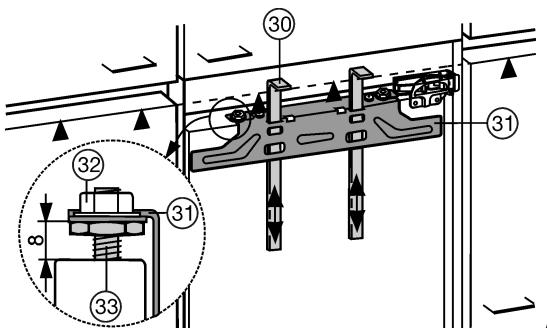
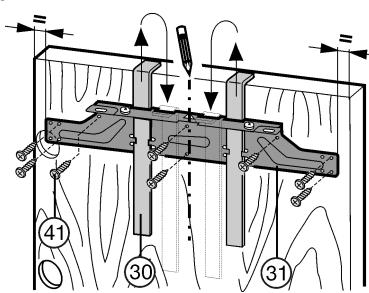

Fig. 18
Fig. 19
Die Montagehilfen Fig. 18 (30) werden für beide Türen benötigt. Möbeltüren daher nacheinander montieren.
- Montagehilfen Fig. 18 (30) auf Möbeltürhöhe hochschieben. Untere Anschlagskante ▲ der Montagehilfe = Oberkante der zu montierenden Möbeltür.
- Befestigungstraverse Fig. 19 (31) über die Kontermuttern Fig. 19 (32) abschrauben.
- Befestigungstraverse Fig. 19 (31) mit den Montagehilfen Fig. 18 (30) auf die Innenseite der Möbeltür hängen.
- Befestigungstraverse Fig. 19 (31) mittig ausrichten: kurze Mittellinie auf Möbeltür anzeigen und Pfeilspitze der Traverse darüberbringen.
- Befestigungstraverse Fig. 19 (31) mit mindestens 6 Schrauben Fig. 19 (41) festschrauben.
- Befestigungstraverse Fig. 19 (31) mit 4 Schrauben Fig. 19 (41) am Rand festschrauben.
- Montagehilfen Fig. 18 (30) nach oben herausziehen und in die danebenliegenden Ausnahmeöffnungen gedreht einschieben.